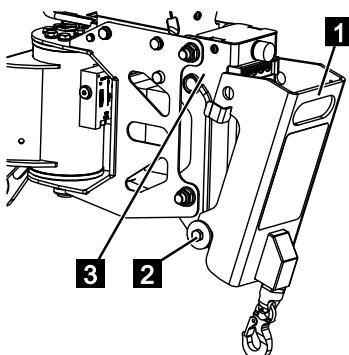

Abb. 161
2. Hebeleinrichtung (Abb.161/1) in die Halterung (Abb.161/2) einsetzen und in die Aufnahme (Abb.161/3) drücken.